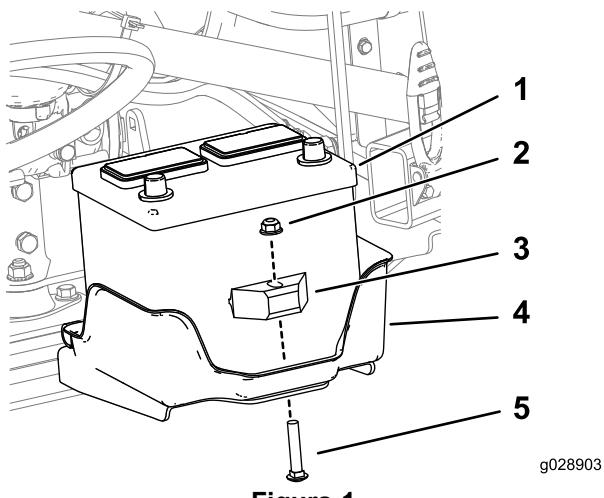

Figura 1
- Desligue a bateria e retire a bateria e tabuleiro da máquina (Figura 1).